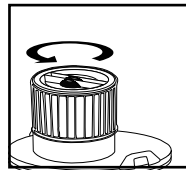

FIGURE 7
14. Pour enlever le filtre afin de le nettoyer, maintenez à nouveau le couvercle du réservoir et tournez le porte-filtre dans le sens antihoraire pour le desserrer et l'enlever. **FIGURE 7.**